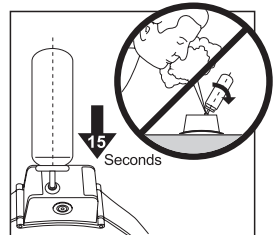

Fig. 3
- Laat de lucht eerst uit het vulreservoir komen door de vulopening (2) twee keer met een schroevendraaier naar beneden te drukken.
- Steek de spuitkop van bovenaf in de vulopening (2) van het apparaat.
- Om het apparaat te vullen houdt u de spuitkop bij de vulopening (2) ca. 15 seconden ingedrukt (fig. 3).